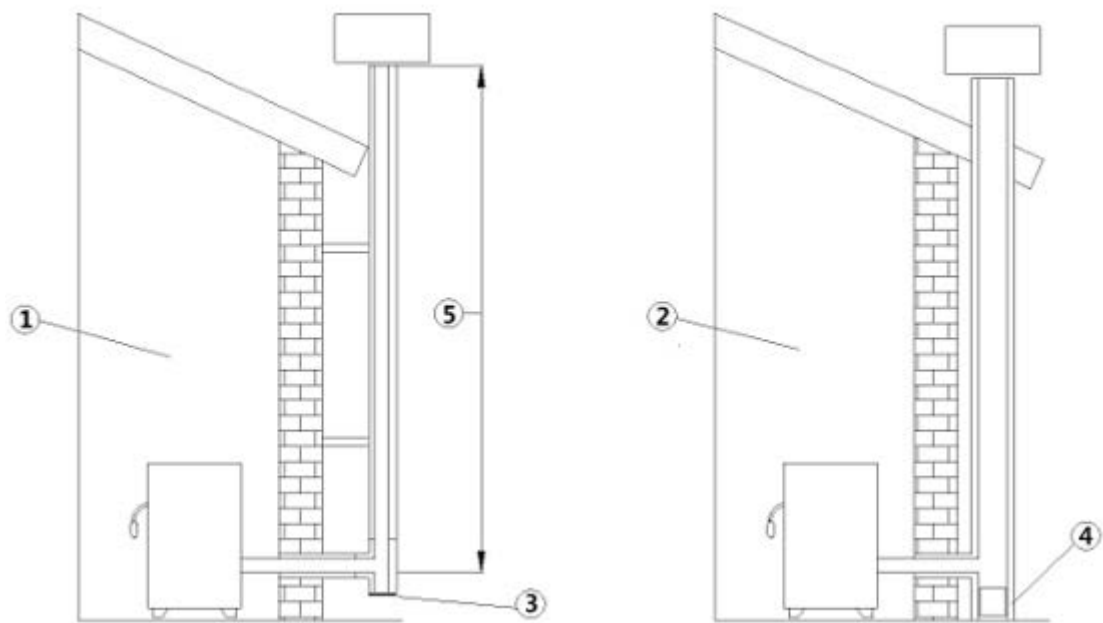

Fig. 2 - Chimeneas
- La chimenea tiene que ser única (véase Fig. 2 a pág. 9) con tubos inox aislados (1) o en la chimenea existente (2). Las dos soluciones
LEYENDA	Fig. 2